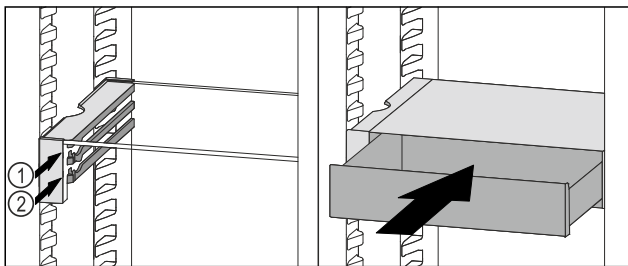

Fig. 93
- ▶ Встановити висувний ящик VarioSafe за стопорами на потрібне ребро Fig. 93 (1) або Fig. 93 (2).